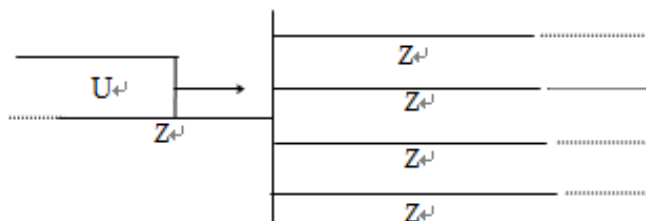

图 4: 第 3 题的图
3、某变电所母线接线图如图 4 所示, 各路线波阻抗 $Z = 400 \Omega$, 现有一幅值 $U = 500 \text{ kV}$ 的无穷长直角波由其中一路出线侵入变电所, 求变电所母线上电压幅值.